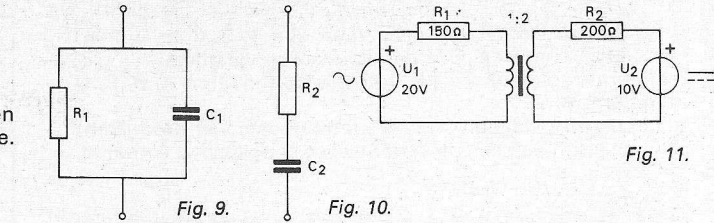

Fig. 11.
2. De ideale transformator in fig. 11 heeft een secundaire wikkeling die tweemaal zoveel windingen heeft als de primaire. De inwendige impedanties van de spanningsbronnen mogen worden verwaarloosd.